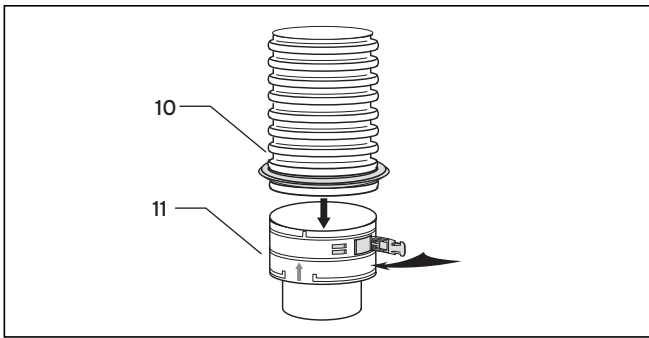

Abb. 6.38 Einsteckelement mit flexibler Abgasleitung
- Gehen Sie wie bei der Montage des Einsteckelements vor (siehe Abb. 6.38).